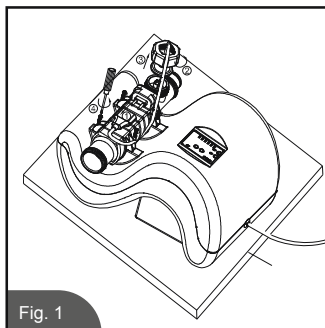

Fig. 1
1. Отключите шнур электролизера. Отвинтите гайку датчика расхода, вращая ее против часовой стрелки, и отсоедините линию сигнала датчика расхода от датчика. После этого отвинтите четыре винта и снимите электролизер. (См. Рис. 1)